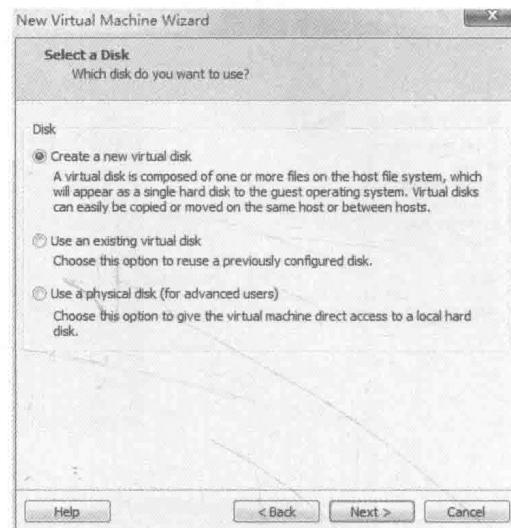

图4-19 虚拟机文件创建模式选择界面
(9) 对于虚拟机文件创建模式，我们选择创建一个独立的文件，如图4-19所示。